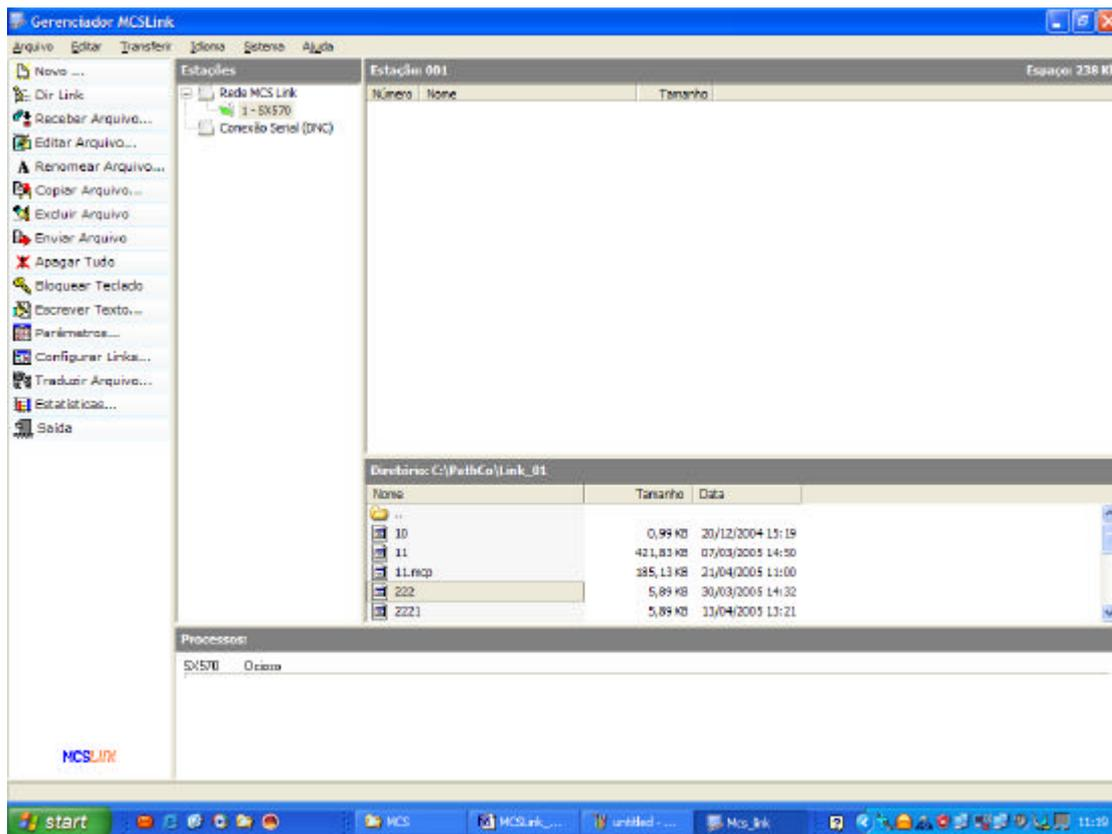

Figura 10
10.1.6 – Retorne ao Software Gerenciador do MCSLink, ver figura 10 abaixo.